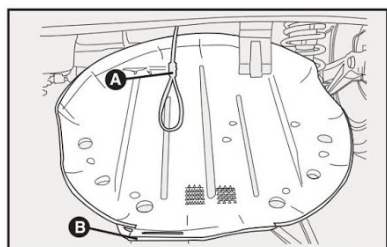

fig. 10
- Desengatar o cabo de segurança **A-fig.10** para permitir a descida completa do suporte do estepe e a posterior retirada do mesmo ao puxar para fora a extremidade da bandeja corrediça. **B-fig.10**.